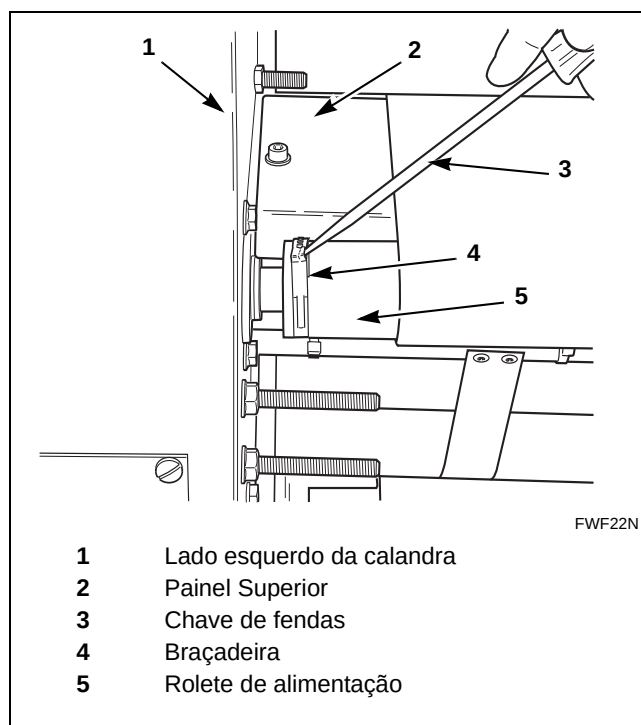

Figura 27
1. Com uma chave de fendas padrão, abra a braçadeira na extremidade esquerda do rolete de alimentação. Consulte a *Figura 27*.